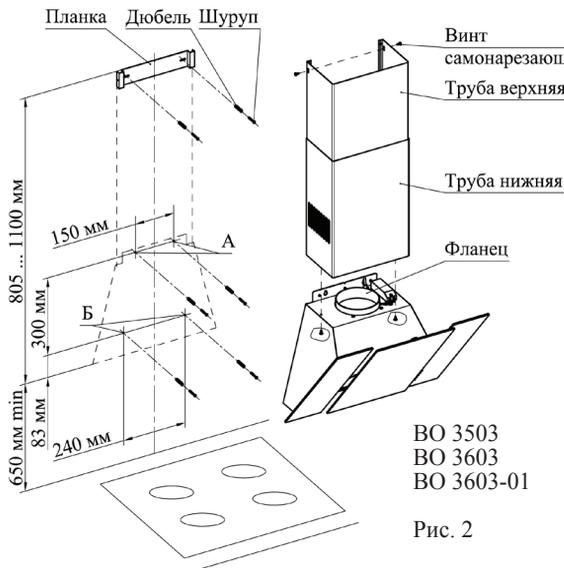

Рис. 2
6.3 С учетом установочной высоты и центральной линии разметьте на стене отверстия (А и Б) (рис. 2, 3, 4).
6.4 Просверлите отверстия диаметром 8 мм: А на глубину 70 мм, Б на глубину 50 мм (рис. 2, 3, 4).
6.5 В отверстия вставьте дюбели согласно рис. 2, 3, 4 и по отверстиям А заверните не до упора два шурупа, на которые навесьте воздухоочиститель